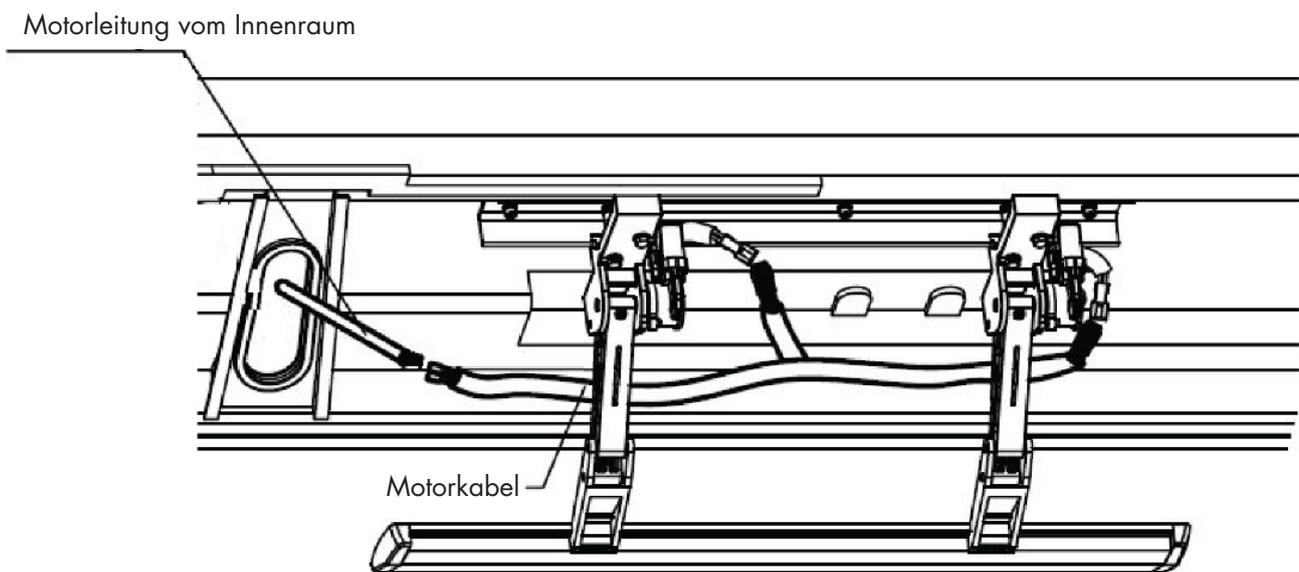

Abbildung 15: Steckverbindung Motorkabel Innen-Außen
Schließen Sie die Zuleitung/Steuerleitung (U) vom Steuergerät an die Fahrzeugbatterie an. Das Rote-Kabel an den Pluspol (+) der Batterie, das Schwarze-Kabel an den Negativ-Pol (-) der Batterie. Anschließend wird das Kabel an das Steuergerät (T) angeschlossen und kann in dem Batteriefach A platziert werden (siehe Abbildung 15).
Entfernen Sie den Teppich an der Fahrerseite. Verlegen Sie die Kabel wie auf dem oberen Bild (gestrichelte Linien). Die Motorleitung wird im Bereich B nach außen verlegt (siehe Bild 15 & 16). Das Signalkabel wird weiter zu Position C (siehe Abbildung 15) geführt.